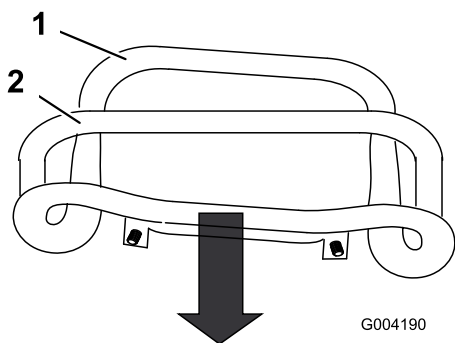

Figura 51
3. Tirate all'indietro il comando della trazione in modo che la parte anteriore del comando venga a contatto con la barra di riferimento (Figura 51).